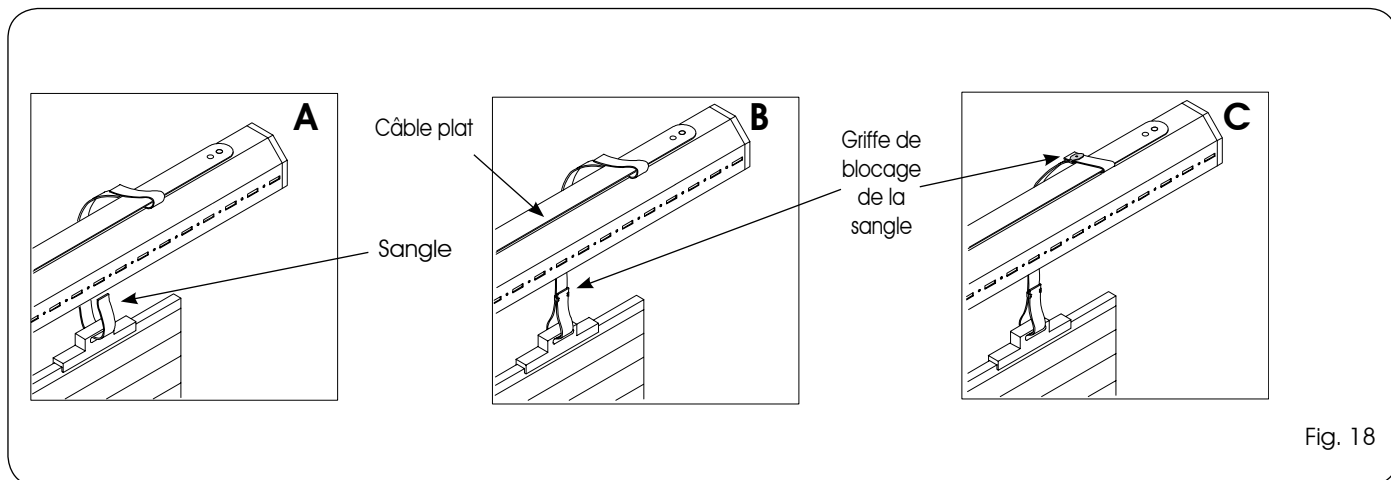

Fig. 18
1. Faire passer la sangle à travers le passage dans le volet roulant (Fig.18 réf.A)
3. Faire passer la sangle d'abord en dessous puis au-dessus du câble plat du rouleau. (Fig. 18 réf.A-B).
4. Introduire les griffes et régler la longueur de la sangle de manière à la tendre légèrement. (Fig.18 réf.B-C)
5. Serrer les griffes de blocage de la sangle avec une pince (Fig.18 réf.C).